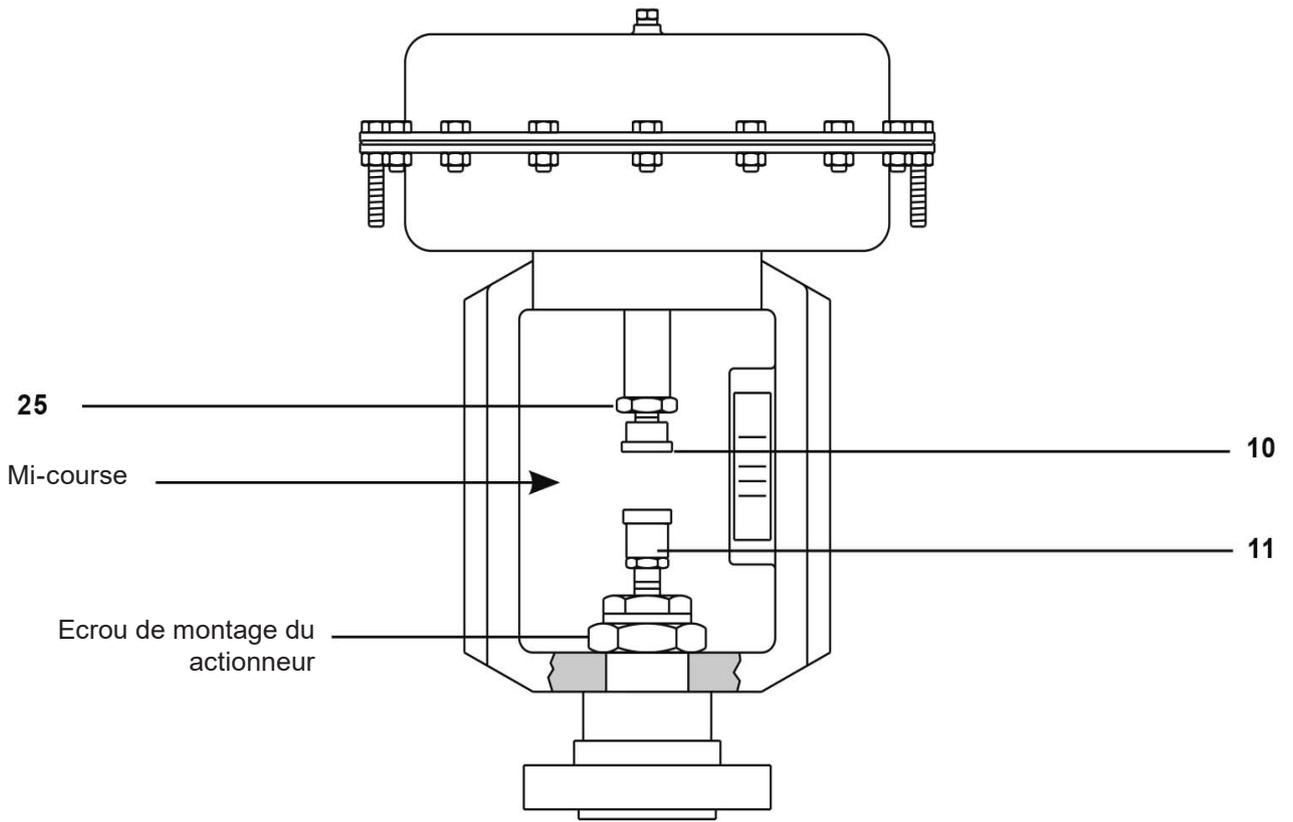

Fig. 4
- Appliquer la pression nécessaire pour mettre la tige en position mi-course (Fig. 4). Placer l'arcade de actionneur au-dessus de la tige de vanne et la positionner sur l'épaulement du chapeau. Serrer à la main l'écrou de montage.
- Appliquer la pression d'air de démarrage + 0,1 bar maximum pour faire descendre la tige du actionneur, et ajuster le connecteur (10) jusqu'à ce qu'il touche l'adaptateur de vanne (11), puis serrer l'écrou de blocage (25).
- Baisser le signal d'air. Placer les clamps avant et arrière (13 et 14) autour de l'adaptateur comme montré sur la Fig. 4.